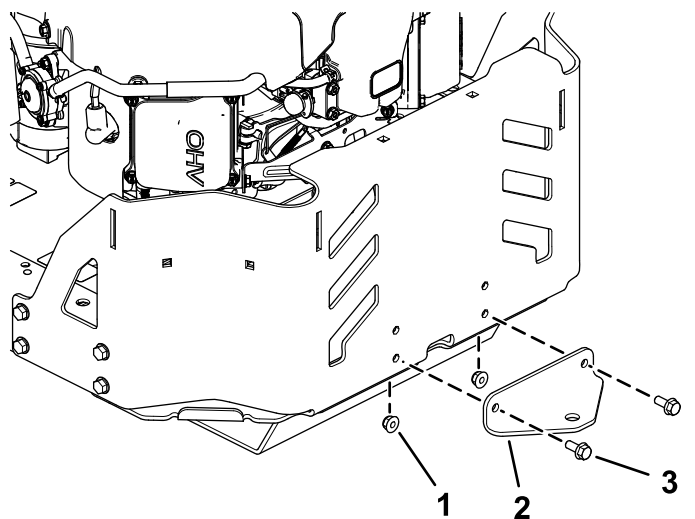

Figura 13
1. Îndepărtați cele 2 șuruburi, 2 piulițe și suportul pentru dispozitivul de cuplare existente de la partea inferioară a apărătorii pentru motor (Figura 13).